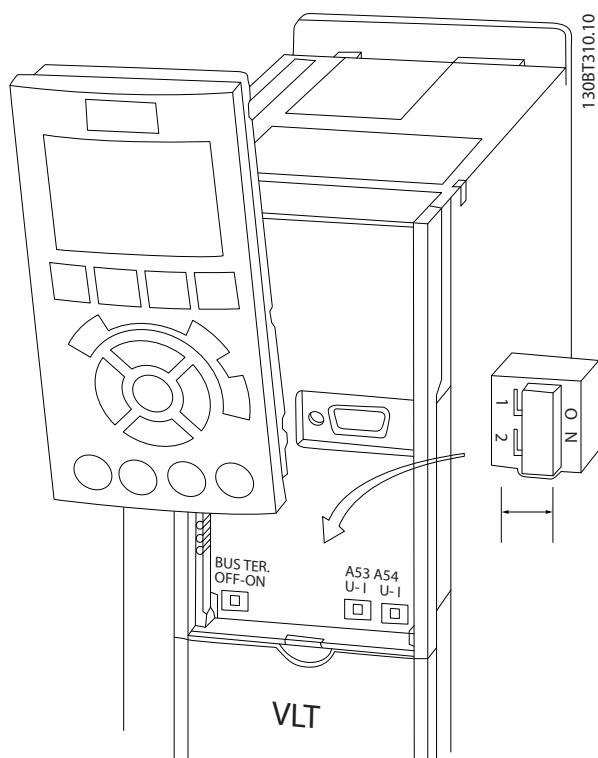

Рисунок 2.18 Расположение переключателей клемм 53 и 54 и переключатель оконечной нагрузки шины
- Доступ к переключателям можно получить, сняв LCP (см. Рисунок 2.18). Обратите внимание, что некоторые дополнительные платы для устройства могут закрывать данные переключатели, и для изменения позиции переключателя их потребуется снять. Всегда отключайте питание устройства перед снятием дополнительных плат.